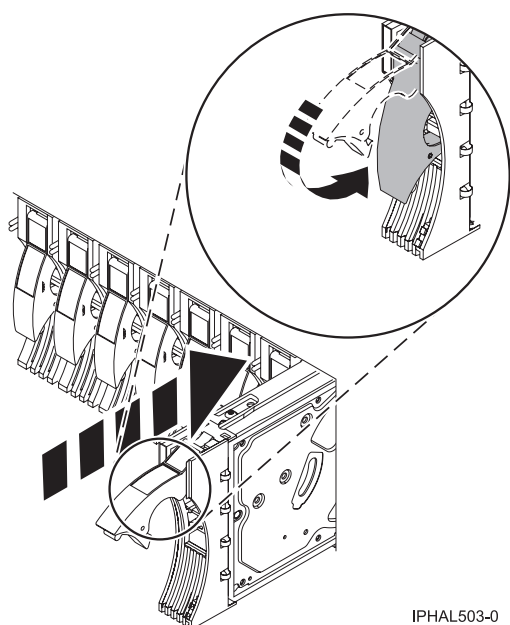

Figure 16. Installation d'une unité de disque
8. Poussez complètement la poignée de l'unité de disque (voir figure 16).